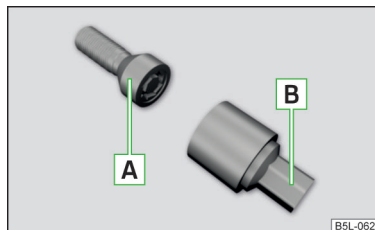

Fig. 245
Șuruburile de roată antifurt protejează roțile față de un furt. Acestea pot fi **slăbite/strânse** exclusiv cu adaptorul **B** » **fig. 245**.
- › Introduceți cheia de roți pe șurub până la capăt. Pentru șuruburile de roată antifurt folosiți adaptorul corespunzător » fig. 245 la pagina 218.